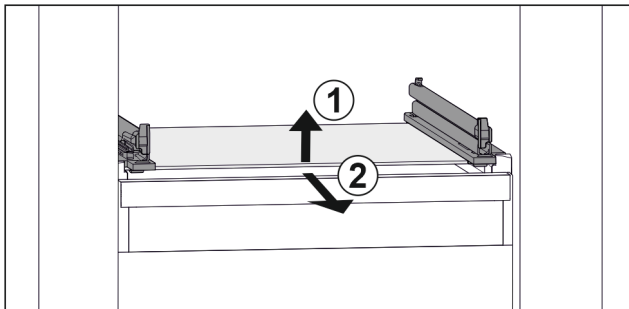

Fig. 106 Beispielhafte Darstellung der Glasplatte
- ▶ Glasplatte vorne anheben. Fig. 106 (1)
- ▶ Glasplatte nach vorne entnehmen. Fig. 106 (2)